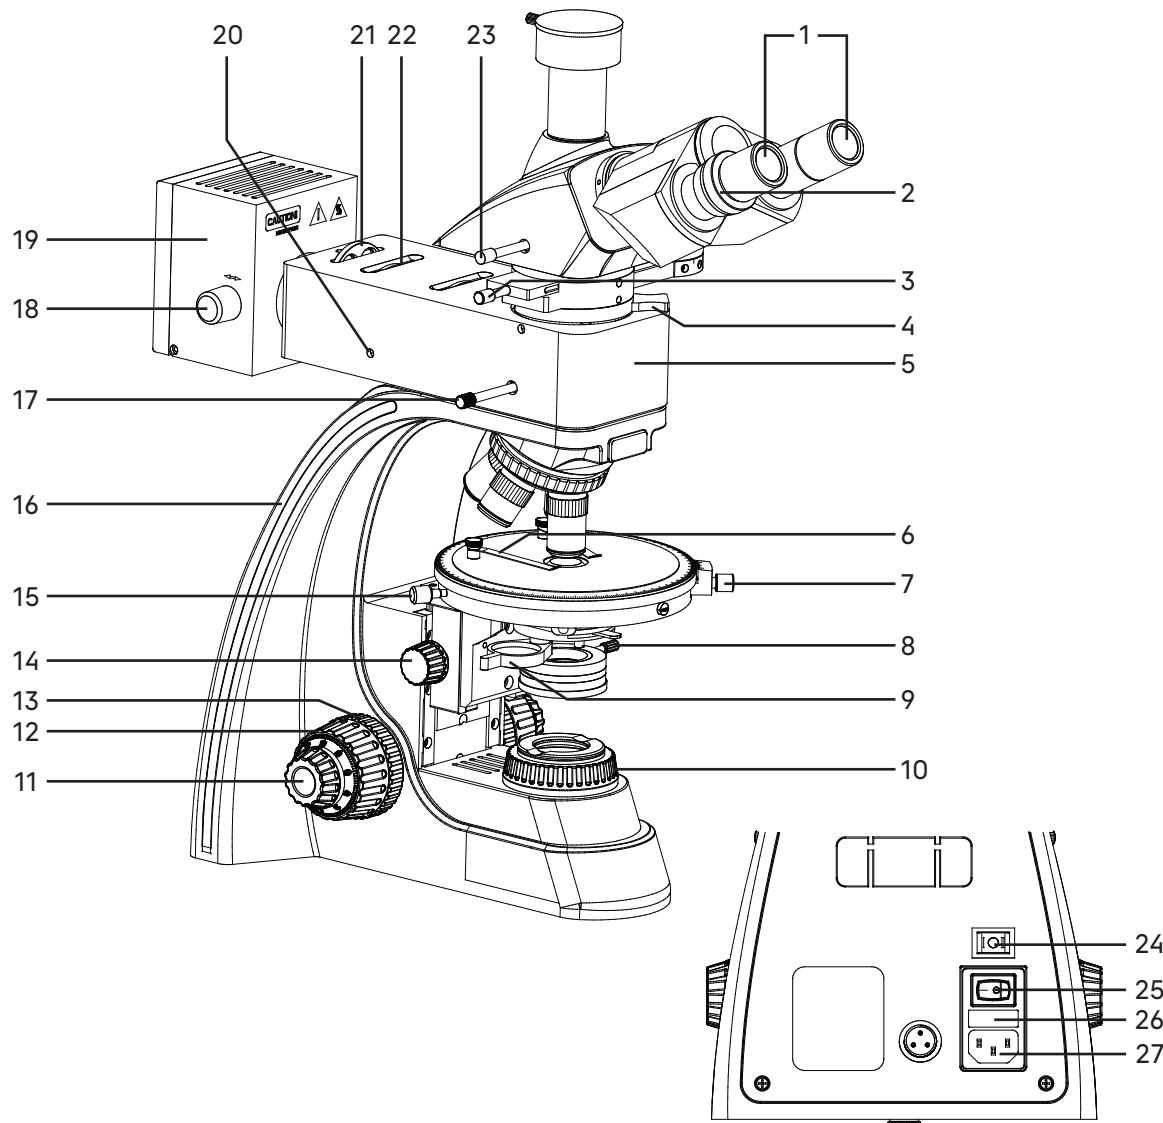
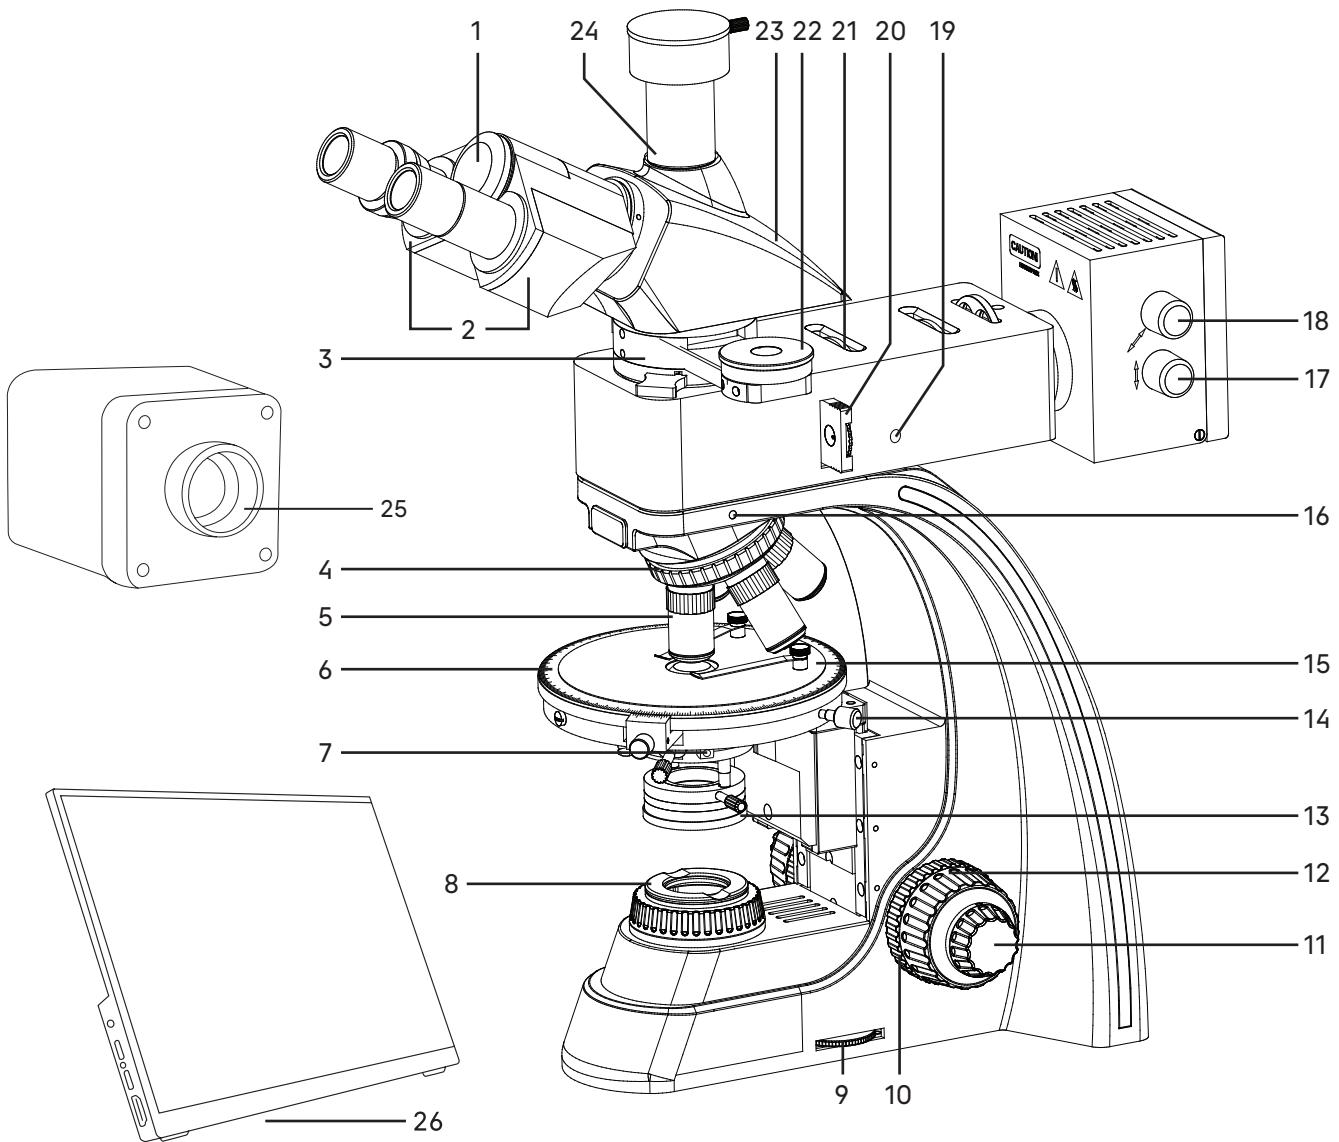

Рис. 1. Микроскоп MAGUS Pol D850 LCD. Вид слева
Рис. 2. Микроскоп MAGUS Pol D850 LCD. Вид справа
Общий вид микроскопа представлен на рис. 1 и 2.
Штатив 16 (рис. 1) имеет устойчивую эргономичную конструкцию.
- револьвер 4 (рис.2) с объективами 5 (рис. 2);
- предметный столик 15 (рис. 2);
- кронштейн конденсора (не показан на рис. 1 и 2);
- коллектор в оправе 10 (рис. 1).
На задней стенке штатива расположены выключатель питания 25 (рис. 1), переключатель осветителя проходящего/отраженного света 24 (рис. 1), держатель предохранителя 26 (рис. 1) и разъем для сетевого шнура 27 (рис. 1), посредством которого микроскоп подключается к сети переменного тока.
На правой стенке штатива расположен диск регулировки яркости 9 (рис. 2).
Фокусировка на объект осуществляется перемещением по высоте предметного столика. Грубая фокусировка производится вращением коаксиальных рукояток 12 (рис. 1, 2), расположенных по обеим сторонам штатива.
Тонкая фокусировка производится вращением рукояток 11 (рис. 1, 2), расположенных по обеим сторонам штатива. Тонкая фокусировка требуется для более точного фокусирования на объект и для подфокусировки микроскопа на резкость изображения при смене объективов и препаратов. Цена деления тонкой фокусировки – 2 мкм.
Механизм регулировки жесткости хода грубой фокусировки 10 (рис. 2) – кольцо между штативом и рукояткой грубой фокусировки с правой стороны. С помощью кольца регулируется жесткость хода грубой фокусировки так, чтобы жесткость была комфортной для пользователя, но при этом револьвер с объективами не опускался самопроизвольно во время работы.
Механизм блокировки грубой фокусировки 13 (рис. 1) расположен с левой стороны. После завершения грубой фокусировки рекомендуется перевести рычаг в крайнее положение в направлении по часовой стрелке. Таким образом закрепится положение грубой фокусировки для быстрой рефокусировки после смены препарата.
Тринокулярная визуальная насадка 23 (рис. 2) обеспечивает визуальное наблюдение изображения объекта.
Изменение межзрачкового расстояния в насадке осуществляется разворотом окулярных тубусов в пределах 48–75 мм. Значение расстояния, установленного в соответствии с глазной базой наблюдателя, отсчитывается по шкале на насадке 1 (рис. 2).
В вертикальный тубус 24 (рис. 2) корпуса визуальной насадки (канал визуализации) с помощью переходника C-mount устанавливается система визуализации с монитором. Переключение светового потока на вертикальный тубус производится рукояткой 23 (рис. 1). Рукоятка имеет два положения: 100/0 и 0/100.
В комплект микроскопа входят окуляры 1 (рис. 1) и окуляр с перекрестьем. Окуляры имеют высокое положение выходного зрачка и предназначены для работы как в очках, так и без них.
Револьверное устройство 4 (рис. 2) обеспечивает установку пяти объективов. Свободное отверстие служит для настройки положения лампы осветителя отраженного света и установки дополнительного объектива. Смена объективов производится вращением револьверного устройства за рифленую поверхность до фиксированного положения.
На корпусе осветителя находится рычаг переключения поляризации проходящего и отраженного света 17 (рис. 1). В положении «R» просмотр осуществляется в отраженном свете, в положении «T» – в проходящем свете.
Апертурная и полевая диафрагмы осветительного устройства микроскопа, объединенные в оптическую систему, предназначены для улучшения качества изображения объекта. Настройки диафрагм должны основываться на оптических характеристиках объектива и требуемой контрастности. Апертурную и полевую диафрагмы не следует рассматривать как устройство регулировки яркости изображения. Регулировка яркости должна осуществляться посредством регулировки интенсивности освещения – при помощи рукоятки регулировки яркости галогенной лампы 9 (рис. 2).